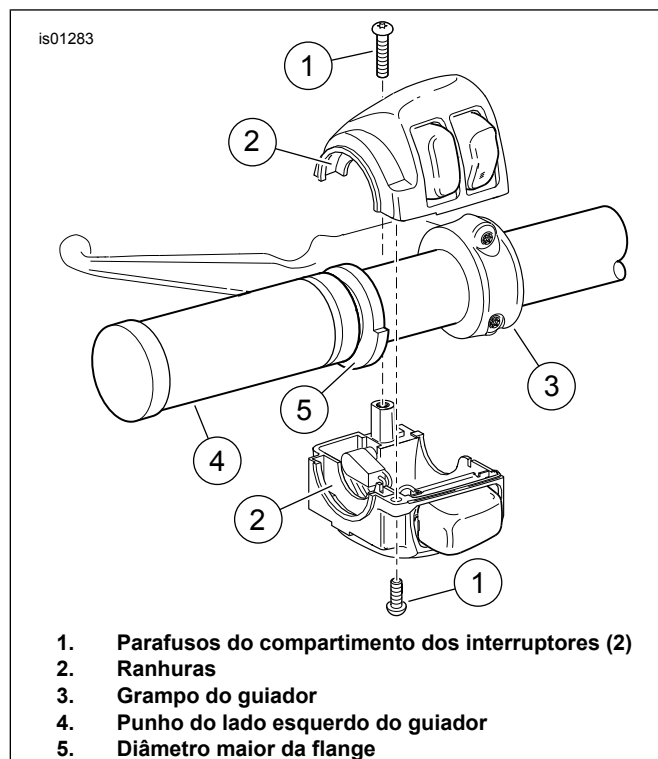

Figura 2. Estrutura do interruptor do guiador esquerdo
1. Ver a Figura 2. Remova os parafusos das estruturas superior e inferior dos compartimentos dos interruptores (1).
2. Desaperte o parafuso superior que fixa o grampo do guiador (3) ao suporte da manete de embraiagem.